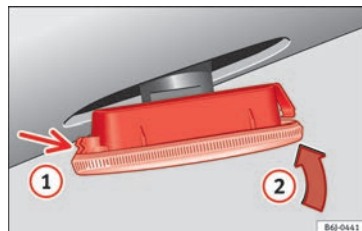

Bild 193 Blinkers.
- Sätt först i blinkersen i öppningen i karossen, sätt fast flikarna » **bild 193**, pil **1**.
- Sätt i glödlampan så som pilen visar **2** » **bild 193**.